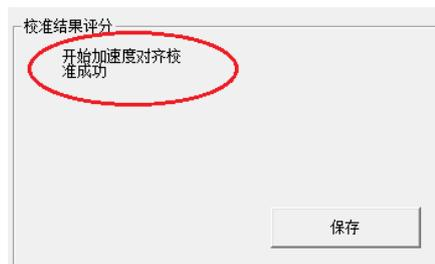

图 6-2-3
(3) 点击“开始对齐校准”按钮开始加速度对齐校准，成功后校准结果评分栏提示如图 6-2-3。